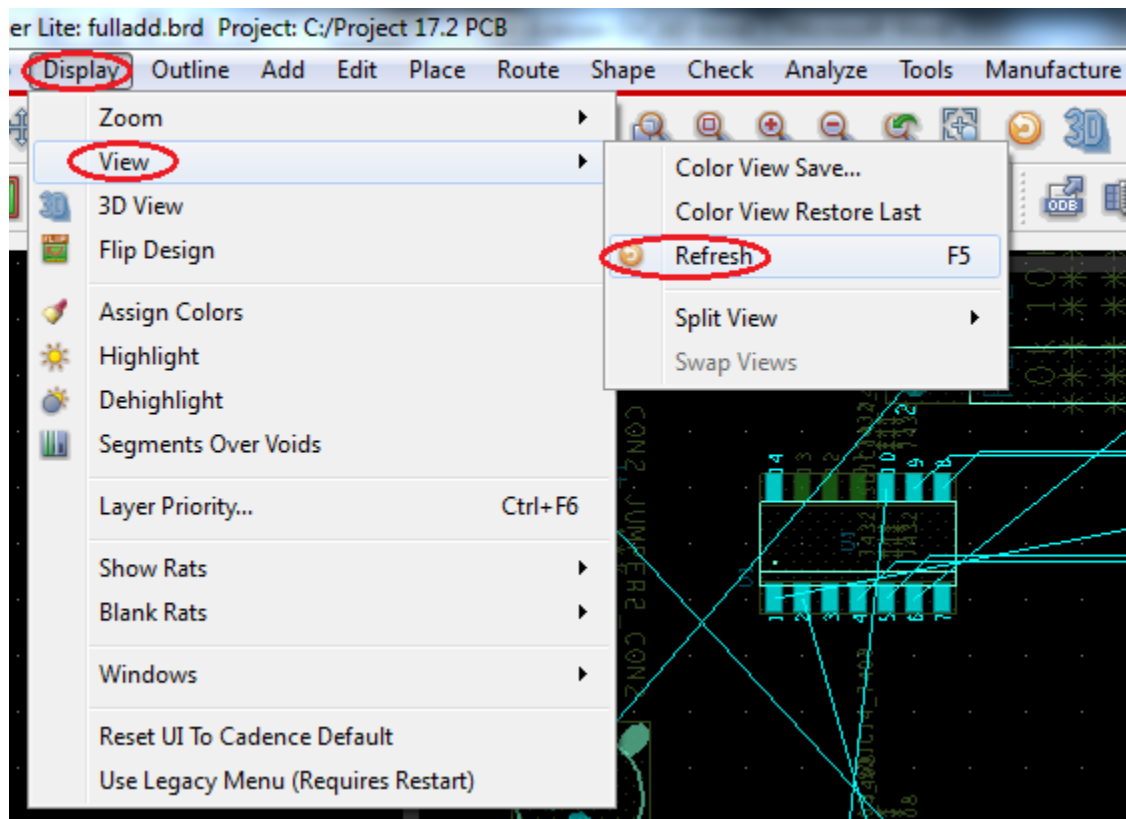

Рис. 21.24. Обновление экрана
7. Выберите Refresh из меню View, чтобы обновить экран (рис. 21.24).